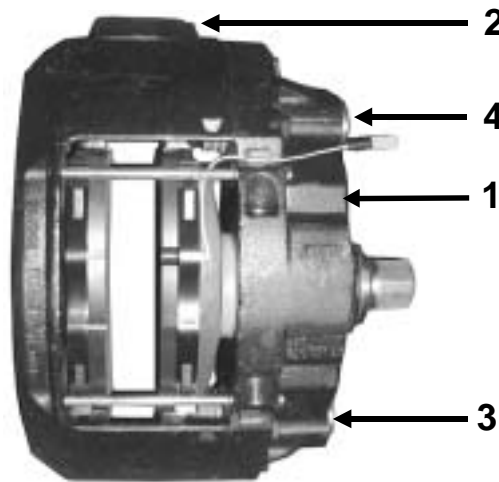

Bild 1
Der Bremsattel (1) gleitet axial auf Führungsbolzen (3,4) des Bremsträgers (2), siehe Bild 1.